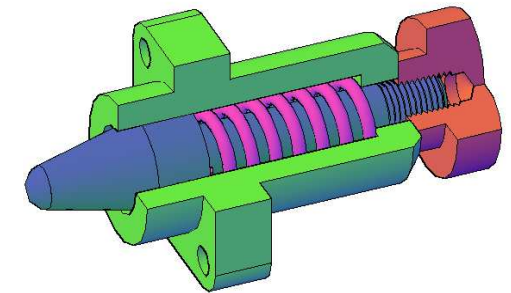

Рис. 42
- ◆ Удаляем четвертинки стакана и гайки (СТЕРЕТЬ) (рис. 42).